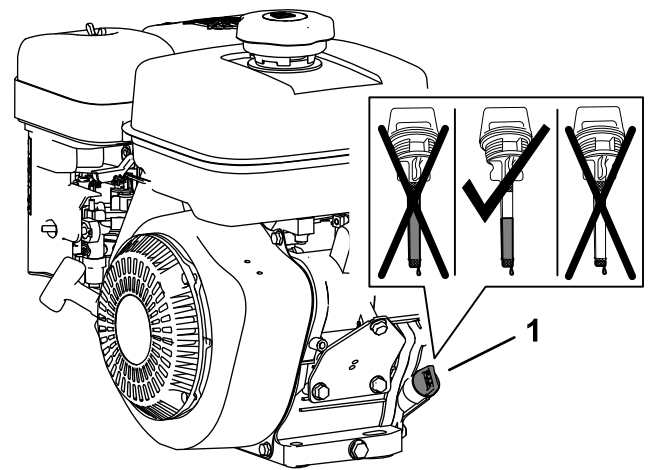

Figura 10
1. Retire a vareta do tubo de enchimento do motor e limpe-a com um pano limpo (Figura 10).
2. Despeje lentamente 0,6 litros do óleo especificado na caixa do cárter do motor através do tubo de enchimento (Figura 10).
4. Retire a vareta do tubo de enchimento e observe o nível do óleo na vareta (Figura 10).
Nota: O nível do óleo tem de cobrir entre as áreas marcadas na vareta (Figura 10).
6. Aperte à mão a vareta no tubo de enchimento (Figura 10).